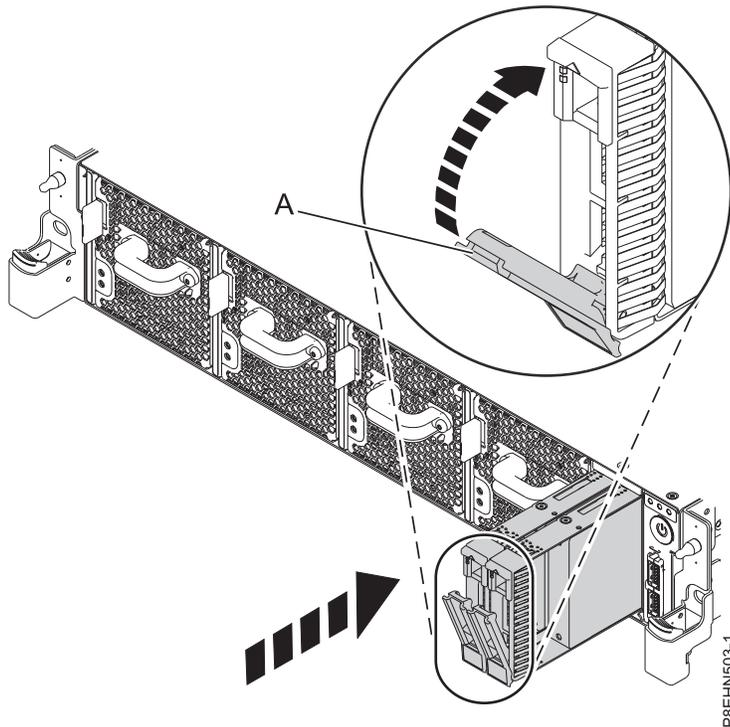

Figura 2. Bloqueo del asa de la bahía de unidad
7. Bloquee el asa de la bahía de unidad (A) presionando el pestillo de liberación del asa. Consulte la Figura 2.